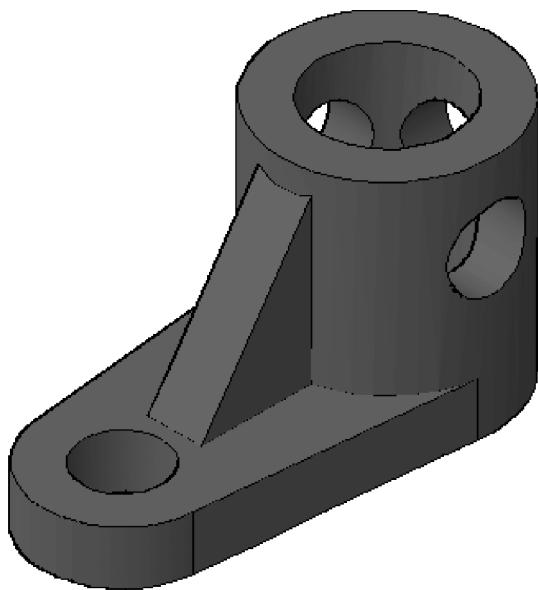

图 13-28 模型
2. 绘制如图 13-28 所示模型, 具体尺寸参见图 13-29。